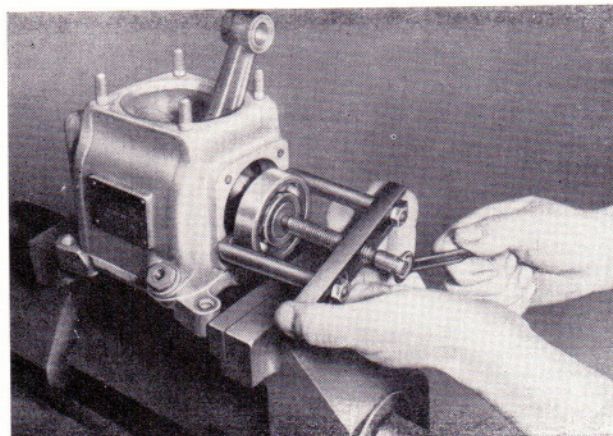

Bild 142
- Rillenkugellager abziehen (Bild 142).